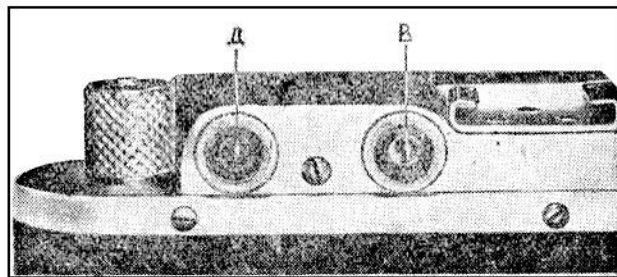

Рис. 14
Возьмите фотоаппарат, как показано на рис. 17, и смотрите через левый смотровой глазок (Д на рис. 14) на предмет, расположенный на расстоянии 3—5 метров. В средней части поля зрения дальномера виден более светлый кружок. Если объектив аппарата находится в положении наводки на бесконечность (∞), то близкие предметы, видимые через дальномер в пределах светлого кружка, будут иметь два изображения.
2. Наблюдая в окуляр видоискателя («В» на рис. 14), отойти от снимаемого предмета на расстояние, необходимое для желательного размещения изображения в кадре.
8. Навести объектив на резкость. Для этого или, наблюдая в смотровой глазок дальномера (Д на рис. 14), повсрачивать поводок объектива до совмещения изображений снимаемого предмета в центральной части поля зрения дальномера, или установить объектив по шкале дистанций и шкале глубин резкости.